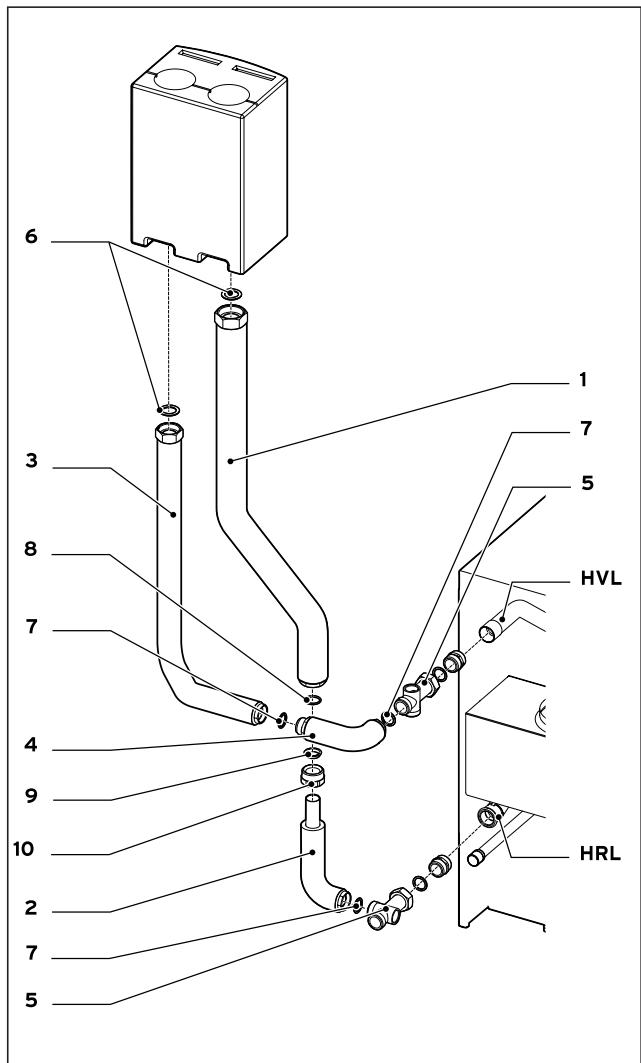

Fig. 2: montaggio della tubatura di collegamento su atmoVIT exclusiv, perpendicolarmente rispetto alla caldaia
- Assemblare il tubo di mandata che diparte da entrambi gli elementi del tubo (3) e (4).
- Spingere il nippel di bloccaggio (10), l'anello di bloccaggio (9) e l'o-ring (8) sopra l'estremità libera del tubo di ritorno 2 (2) (fig. 2).
- Assemblare il tubo di ritorno che diparte da entrambi gli elementi del tubo (1) e (2). Per atmoVIT classic accorciare eventualmente in precedenza l'isolamento del tubo di ritorno 2 (2) di ca. 70 mm, poiché la profondità di immersione del tubo è in questo caso maggiore rispetto a quella prevista per atmoVIT exclusiv.